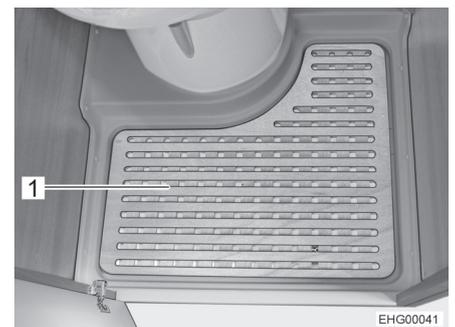

Bild 79 Herausnehmbare Bodenplatte
- Herausnehmbare Bodenplatte (Bild 79,1) zum Duschen entfernen.